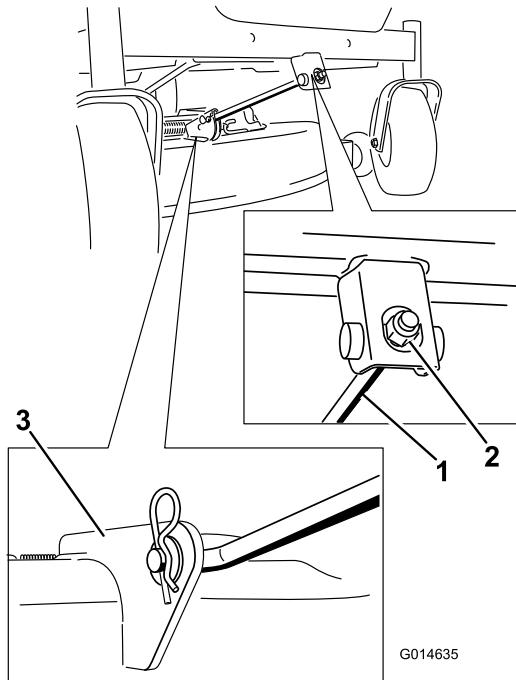

Bild 73
- Entfernen Sie den Splint von der vorderen Stützstange und nehmen Sie die Stange aus der Mähwerkhalterung (Bild 73).
8. Befestigen Sie die vordere Stützstange mit den Lastösenbolzen und Splints am Mähwerk (Bild 73).